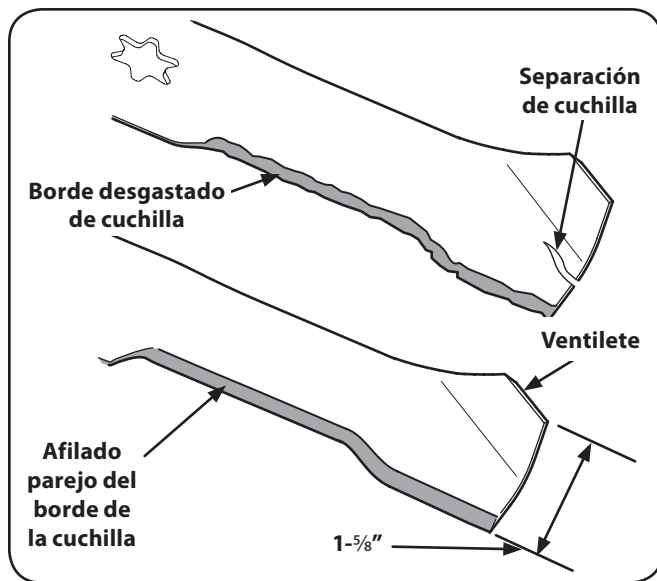

Figura 7-7
- Para afilar las cuchillas de corte de forma adecuada, extraiga cantidades iguales de metal de ambos extremos de las cuchillas a lo largo de los bordes cortantes, de forma paralela al borde de caída, a un ángulo de 25° a 30°. Afile siempre cada borde de las cuchillas de corte de forma pareja para mantener un equilibrio adecuado entre las mismas. Vea la Figura 7-7.